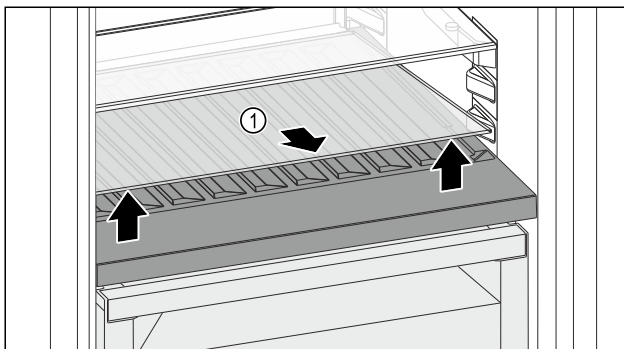

Fig. 170
- Glasplatte Fig. 170 (1) an der Aussparung vorne anheben und herausnehmen.
- Glasplatte Fig. 170 (1) außerhalb des Geräts sicher aufbewahren.
- Glasplatte (2) unter der variablen Flaschenablage einlegen.